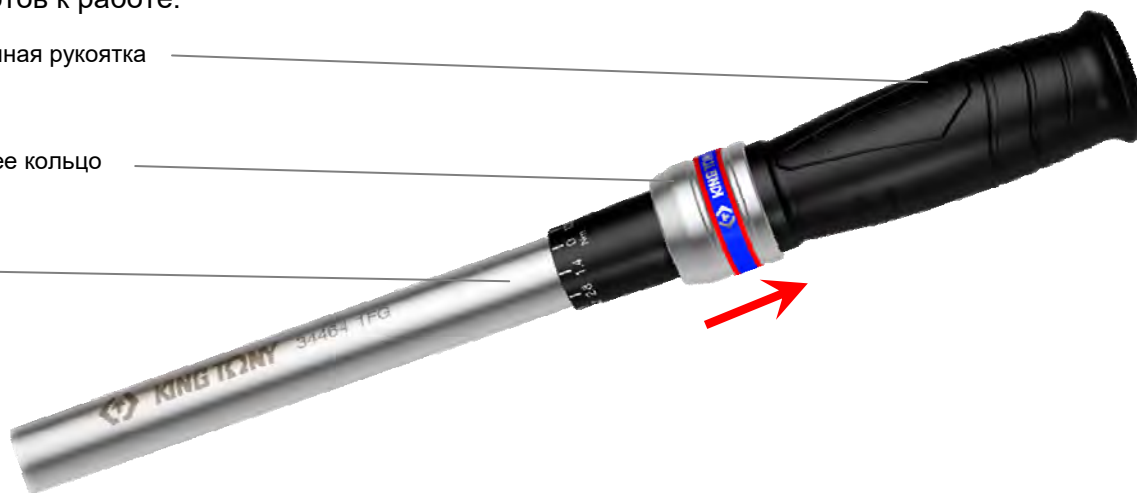

Рис. 2.
- Перед началом работы с ключом серии 34464-FG необходимо произвести настройку ключа (Рисунок 2):